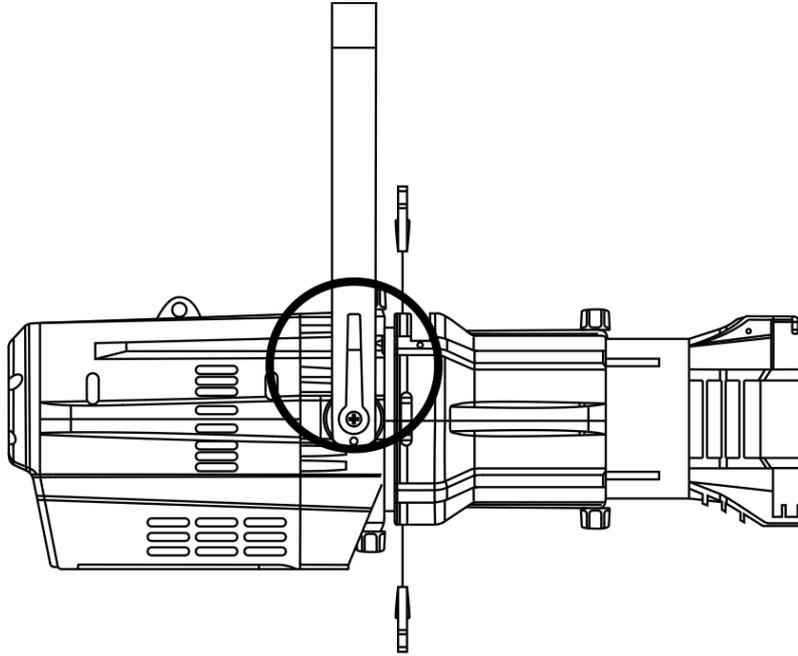

Fig. 10
- 02) Inclinare il faro fino alla posizione desiderata (fig. 10).